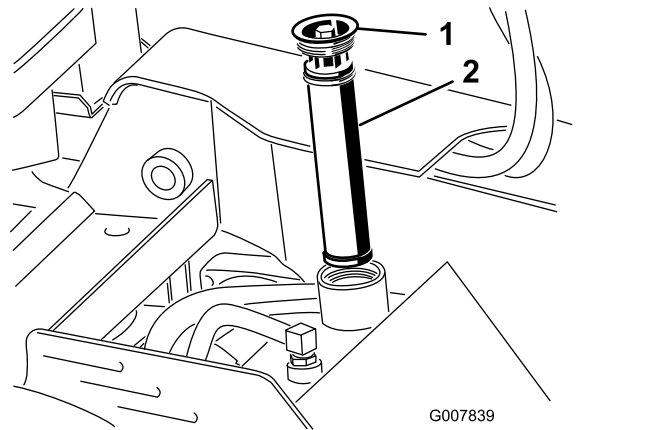

Figura 57
4. Retire e elimine o filtro velho (Figura 57).
5. Instale o filtro hidráulico de substituição e a tampa do tubo de enchimento (Figura 57) e aperte o parafuso na parte superior com 13 a 15,5 N·m.